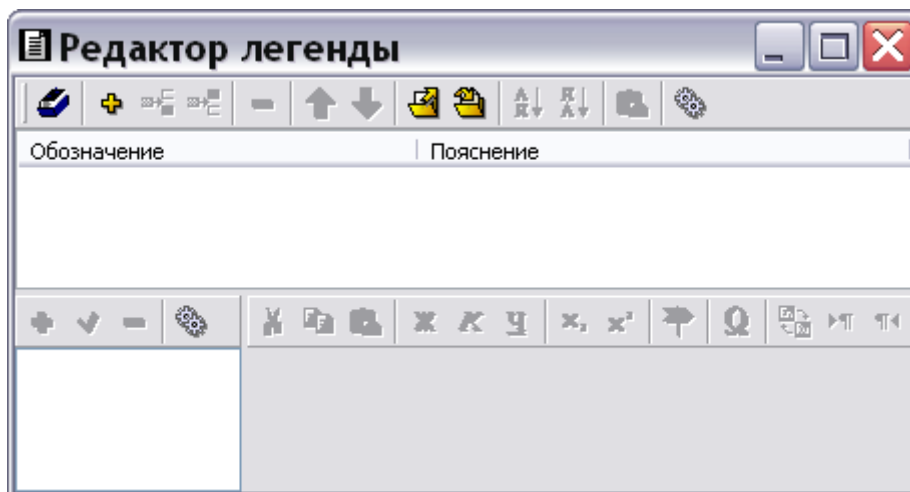

Рис. 5.175
1. Для вызова редактора легенды выберите инструмент **Легенда**  на **Панели инструментов для иллюстрации**. При этом откроется диалоговое окно **Редактор легенды** (Рис. 5.175).